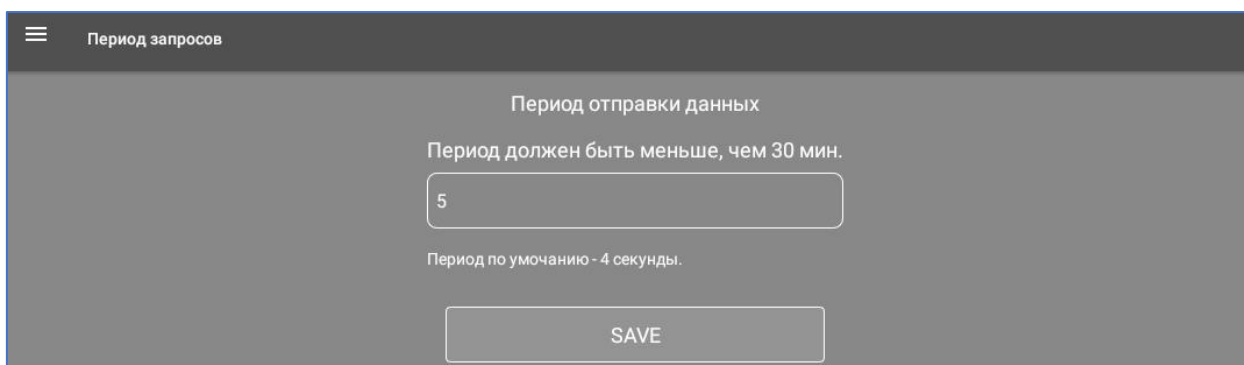

рис. 3.11. Меню «Период отправки данных»
- 8) В меню «Период отправки данных» задайте частоту опроса терминала и получения нового пакета телематических данных (рис. 3.11).